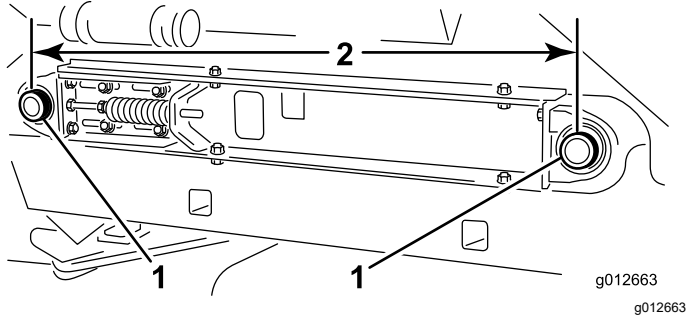

Bild 26
- Messen Sie den Abstand zwischen den Mittelpunkten der Förderbandrollenwellen auf jeder Seite der Maschine, um sicherzustellen, dass die Abstände gleich sind (Bild 26).